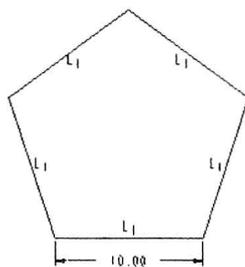

图 1-6 最后的结果
- (4) 修改边长为最后的尺寸 10.00, 删除外接圆, 结果如图 1-6 所示。